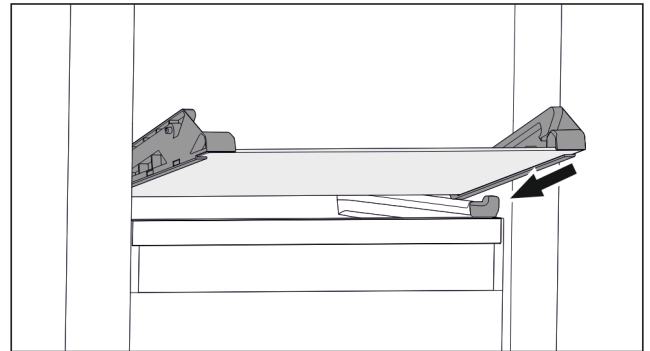

Fig. 93 Glasplatte des abklippbaren Schubfachs
- ▶ Glasplatte schräg hinter den Stopperrn aufsetzen. (siehe Fig. 93)